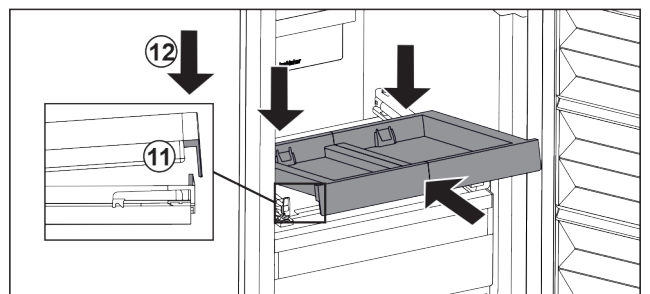

Fig. 22
- ▶ L'insérer en l'inclinant. Veiller à ce que, des deux côtés, la butée soit derrière la languette. Fig. 22 (11)
- ▶ Déposer le compartiment coulissant par l'avant. Fig. 22 (12)